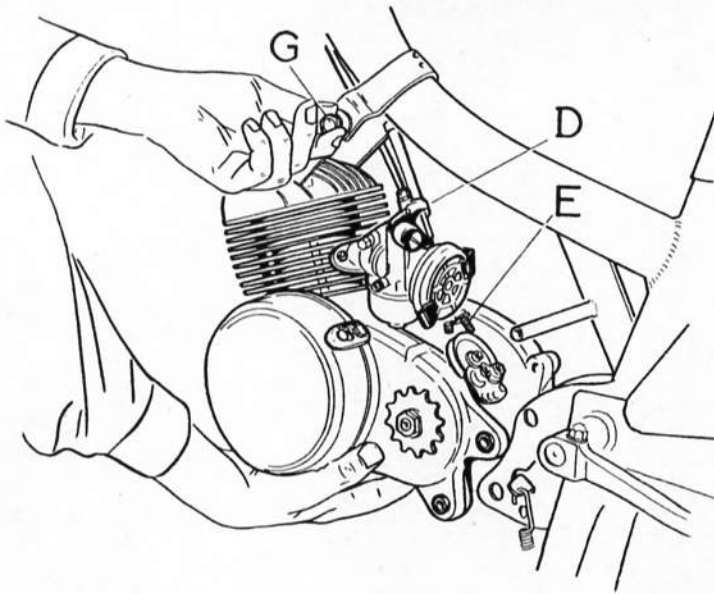

Fig. 0
- Enlever les capotages gauche et droit (Fig. 0) (attention ! ne pas égarer les rondelles situées entre les capotages et l'entretoise de fixation à l'arrière).
- Dévisser les vis de fixation du chapeau de chambre de mélange et retirer le couvercle avec le boisseau et la commande (tournevis) (D).
— Retirer les 2 boulons arrière (H) (sous la tête de la vis, une rondelle plate et une rondelle grover). Soutenir le moteur et retirer le boulon avant (G) (sous l'écrou une rondelle plate et une rondelle éventail) (fig. 0 et 2).